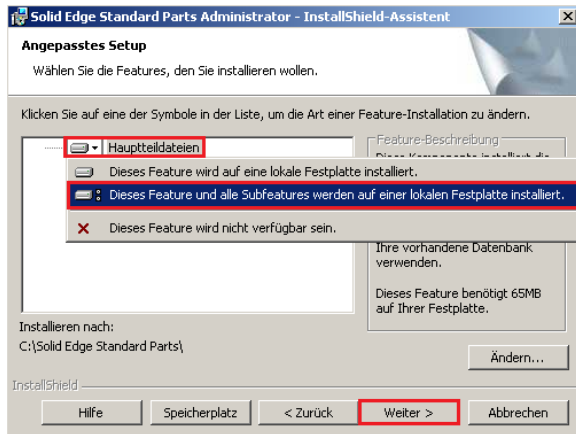

Abbildung 6
- 3.4. In den Solid Edge Versionen vor ST9 können Sie nur **alle** Hauptteile auswählen (Abb. 6) und diese nicht, wie in Punkt 3.5. beschrieben, einzeln auswählen. Das führt zu einem etwas höheren Aufwand, um die Datenbank in Schritt 5 zu bereinigen, ändert jedoch nicht grundlegend etwas an der Vorgehensweise. Bei den Versionen vor ST9 entfällt dementsprechend Schritt 3.5.